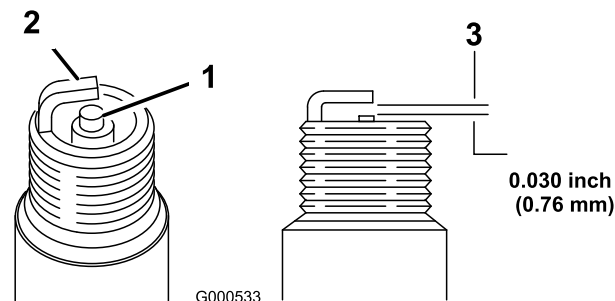

Figure 53
2. Contrôlez l'écartement entre les électrodes centrale et latérale (Figure 53) et pliez l'électrode latérale si l'écartement est incorrect.
1. Examinez le centre des bougies (Figure 53).